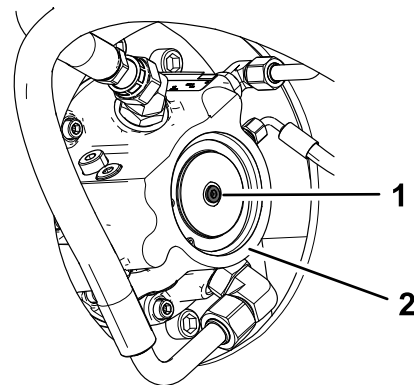

Figure 33
3. Sur chaque moteur d'entraînement, enlevez le bouchon et remplacez-le par une vis (M8-1,25 x 40 mm) et une rondelle (M8 x 16 mm) (Figure 33). Serrez la vis à la main.